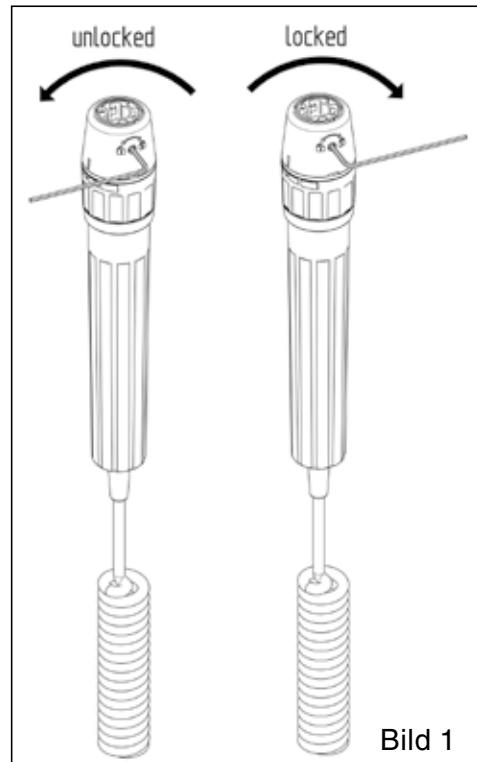

Bild 1
- Säkra ditsatta instrument så att ingen obefogad tar bort dem genom att använda insektsnyckeln och följa bild 1.